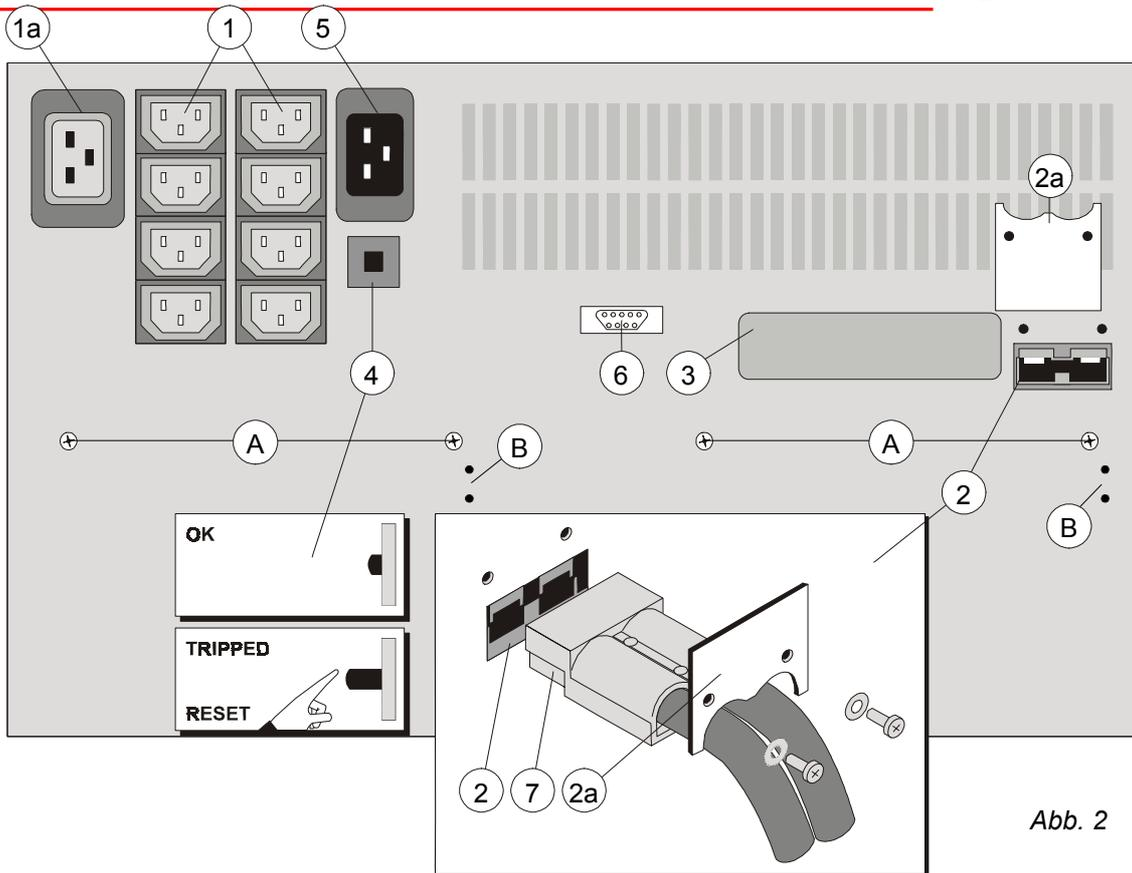
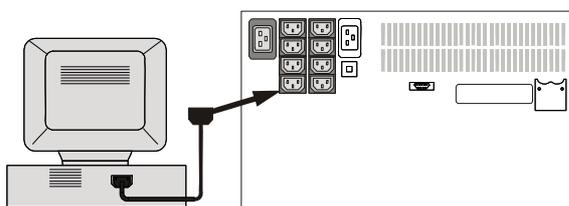
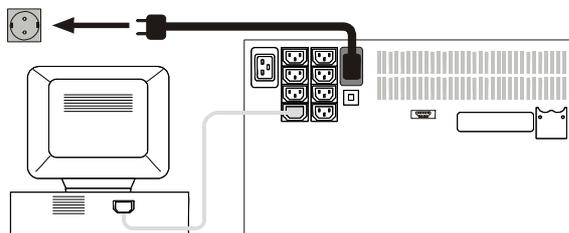

Abb. 2
fig. 3
Abb. 4
- Beim Transport muss der Batterieschubkasten entweder entfernt oder mit zwei Schrauben an der Rückseite der USV befestigt werden (A, Abb. 2).
9. Lösen Sie die beiden Schrauben und entfernen Sie die Zugentlastung (2a, Abb. 2). Stecken Sie den Stecker des Gleichstromanschlusskabels der Batterie (7, Abb. 2) in den Gleichstromanschluss (2, Abb. 2) der USV. Montieren Sie die Zugentlastung wieder mit den beiden Schrauben wie in Abb. 2. Über den Gleichstromanschluss der Batterie (nicht gezeigt) können Sie Batterieerweiterungen anschließen. Siehe Abschnitt 5.1.
10. Benutzen Sie die mitgelieferten Kabel, um Ihren Rechner an die Ausgänge (1, Abb. 2) der USV anzuschließen. Verteilen Sie die Leistungsaufnahme der anzuschliessenden Geräte möglichst gleichmässig über die einzelnen Ausgänge. Wenn Sie für den Anschluss mehrerer Geräte an einen Ausgang einen Verteilerkasten benutzen, achten Sie bitte darauf, dass jeder Ausgang maximal einen Wechselstrom von 10 Ampere (Ausgänge 1) bzw. 16 Ampere (Ausgang 1a) liefern kann. Ein Ausgangskabel für den Anschluss an Ausgang 1a gehört nicht zum Lieferumfang. Siehe Abb. 3.
11. Schließen Sie das Netzkabel an den Eingang (5, Abb. 2) der USV an. Siehe Abb. 4.
12. Verbinden Sie die USV mit einer geerdeten Netzsteckdose. Siehe Abb. 4. Die grüne LED 'on' (10, Abb. 6) blinkt jetzt und leuchtet nach 30 Sekunden dauernd: das Gerät ist eingeschaltet und Ausgangsspannung ist vorhanden.
14. Für umfangreiche Kommunikationsmöglichkeiten kann die RS232-Schnittstelle (6, Abb. 2) mit dem Rechner verbunden werden und/oder können optionale Schnittstellenbausteine (3, Abb. 2) installiert werden. Siehe Abschnitt 4.